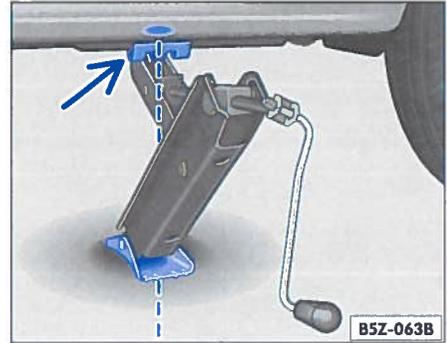

Abb. 109 Wagenheber hinten an der linken Seite
4. Richten Sie den Wagenheber aus und kurbeln Sie gleichzeitig die Wagenheberklaue weiter hoch, bis die Klaue den senkrechten Steg ⇒ Abb. 109 -Pfeil- unter dem Fahrzeug umfasst ⇒ ⚠.
- Die Klaue des Wagenhebers muss den senkrechten Steg des Unterholms umfassen, damit der Wagenheber beim Anheben des Fahrzeugs nicht abrutschen kann ⇒ Abb. 109 -Pfeil-. ◀